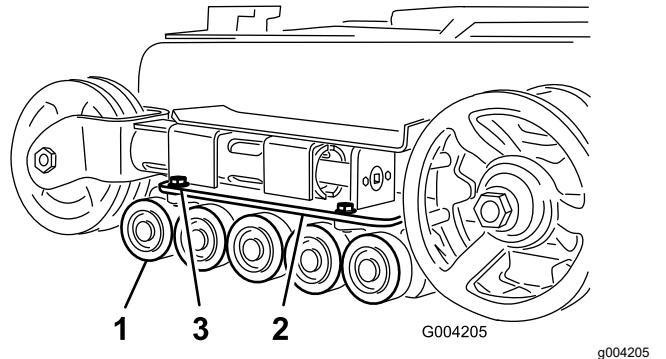

Bild 50
2. Nehmen Sie die vier Schrauben ab, mit denen die untere Kettenführung (die die Straßenräder enthält) befestigt ist, und nehmen Sie diese ab (Bild 50).